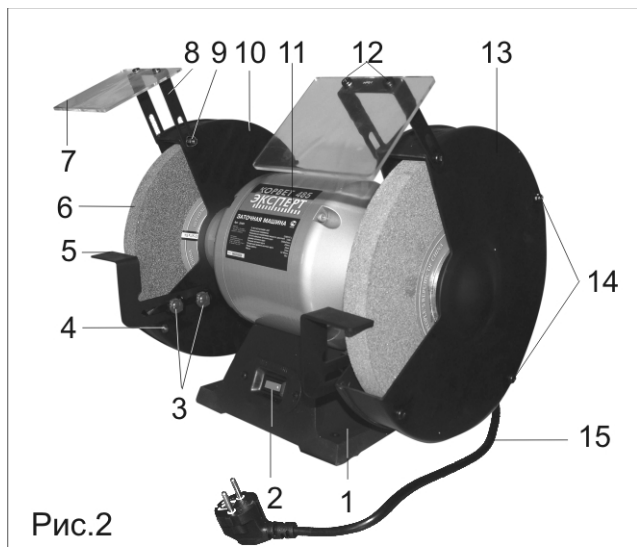

Рис.2
Машина состоит из следующих сборочных единиц и деталей (Рис.2):
Установите машину на ровной и устойчивой поверхности верстака и надежно закрепите её через специальные отверстия в основании 1 (Рис.2) с помощью болтовых соединений (не комплектуются).
9. СБОРКА И РЕГУЛИРОВКА (Рис.2)
10.1. Пуск машины (Рис.2)
10.2. Заточка режущего инструмента (Рис.2)
11. ЗАМЕНА ШЛИФОВАЛЬНОГО КРУГА (Рис.2,3)